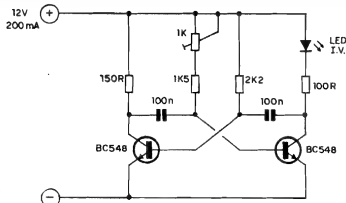

Fig.1
- FIG. 1 - DIAGRAMA ESQUEMÁTICO DO CIRCUITO (MÓDULO EMISSOR) - O LED infra-vermelho (o circuito admite muitas equivalências...) emite o feixe pulsado de energia luminosa invisível, simplesmente traduzindo a Frequência de oscilação de um mero FLIP-FLOP transistorizado, estruturado com dois transisto-